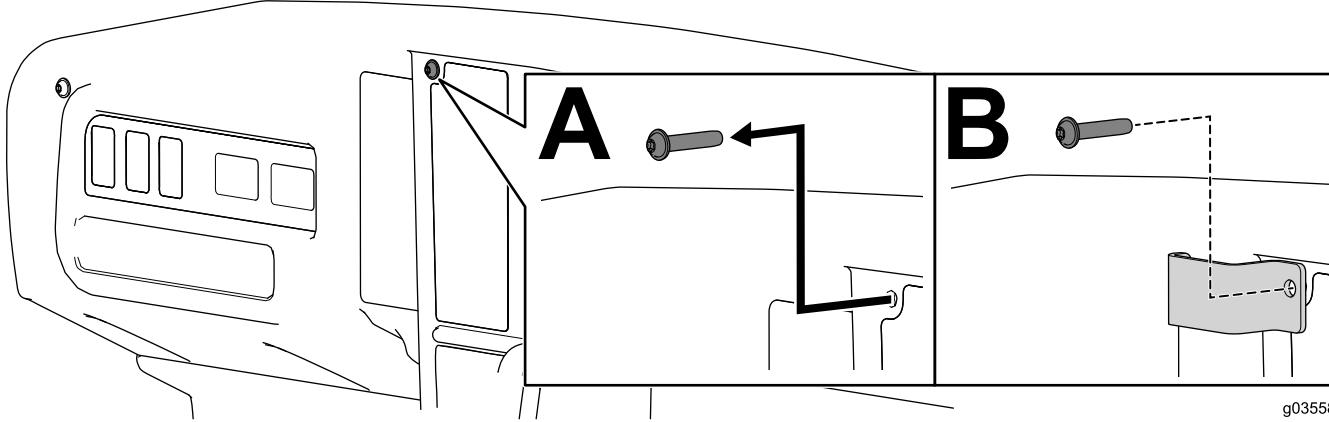

Figura 3
1. Retire el tornillo Torx existente del salpicadero (Figura 3).
2. Instale el soporte de la radio en el salpicadero con el tornillo Torx que retiró anteriormente (Figura 3).